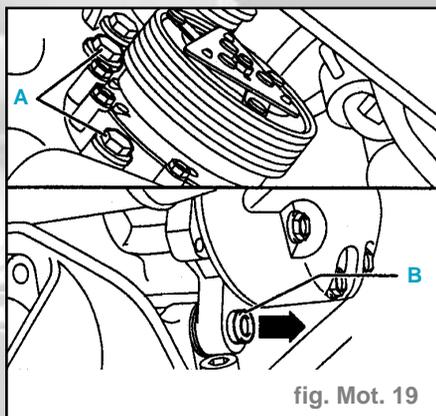

fig. Mot. 19
- En vue de faciliter la mise en place du compresseur du climatiseur, repousser légèrement les douilles filetées (B) des vis de fixation (A) dans le sens de la flèche (serrage à 4,5 daN.m) (fig. mot. 19).